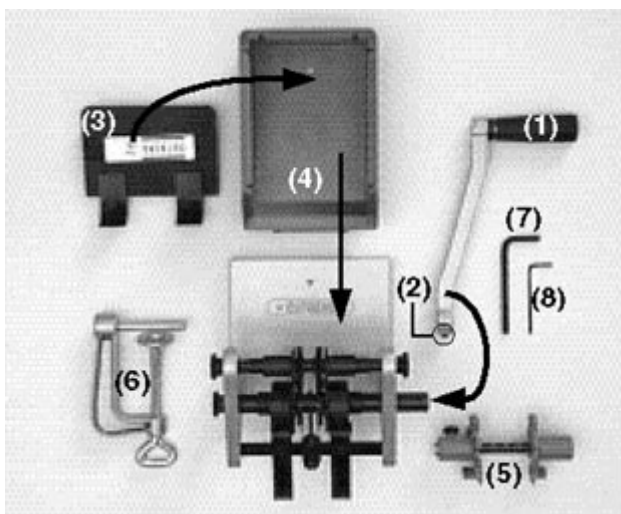
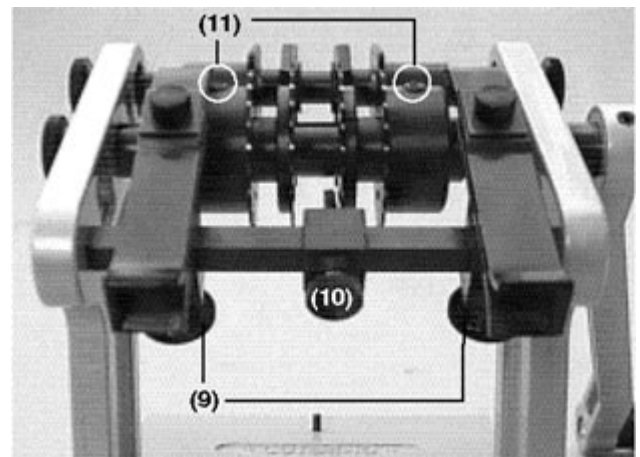
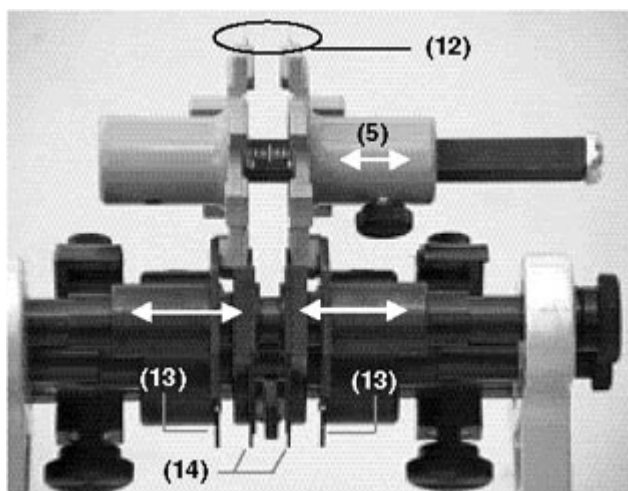

Fig. 1
Fig. 2
Fig 3
- Der Zusammenbau des Cutbend Gerätes ist einfach. Befestigen Sie die Kurbel (1) mit der Stiftschraube (2) und setzen Sie den Deckel mit den Abstreifern (3) auf den Komponentenbehälter (4) (Fig. 1).
- Befestigen Sie das Cutbend mit der Schraubzwinde (6) am Werkbank usw. Die Kurbel soll frei drehen können.
- Lösen Sie die Rändelschrauben an den Bandführungen (Fig. 2, 9) und am Abstreifer (10), sowie die Stiftschrauben (11) für die Schneide- und Biegeräder.
- An der Einstellehre stellen Sie nun die gewünschten Daten (Drahtlänge, Raster) auf der Skala ein (Fig. 1+ 3, 5). Mit den Spitzen (12) an der Einstellehre können Sie auch ein Rastermass von einer Printplatte übernehmen.
- The Cutbend unit is easy to assembly. Secure the crank (1) using the stud bolt (2) and place the cover with the strippers (3) onto the component container (4) (Fig. 1).
- Secure the Cutbend to the workbench etc. using the screw-on vice (6). The crank must be able to rotate freely.
- Undo the milled screws on the belt guides (Fig. 2, 9) and on the stripper (10) as well as the stud bolts (11) for the cutting and bending wheels.
- Now set the required data (wire length, grid) on the scale (fig. 1 + 3, 5) using the setting gauge. You can also take a grid measurement from a print plate using the tips (12)
- L'assemblage de l'appareil Cutbend est très facile. Fixer la manivelle (1) avec la vis sans tête (2) et placer le couvercle avec les séparateurs (3) sur le bac à composants (4) (fig. 1).
- Fixer le Cutbend à la table de travail au moyen du serre-joint (6). La manivelle doit pouvoir tourner librement.
- Desserrer les vis à molette sur les guides de bande (fig. 2,9) et sur le séparateur (10), ainsi que les vis sans tête des roulettes de coupe et de pliage.
- Reporter à présent les paramètres désirés (longueur de fil, écartement) sur l'échelle du gabarit de réglage (fig. 1 + 3,5). A l'aide des pointes (12) du gabarit, il est également possible de reprendre l'écartement sur le circuit imprimé.
- Die Einstellehre ähnelt einem Zahrad (Fig.3, 5). Jeder „Zahn“ hat eine bestimmte Dicke welche auf der Innenseite eingraviert ist. Dieses Mass bestimmt die Länge der Schenkel. Halten Sie die zwei Zähne mit den gewünschten Abmessungen zwischen die Schneidräder (13) und Biegeräder (14). Verschieben Sie die Schneide- und Biegeräder so, dass diese alle die Einstellehre berühren (Fig. 3). Ziehen Sie die Stiftschrauben (Fig. 2, 11) fest.
- Schieben Sie den Abstreifer (Fig. 2, 10) in die Mitte der Biegeräder (14) und ziehen Sie die Rändelschraube fest.
- The setting gauge is similar to a geared wheel (Fig. 3, 5). Each “tooth” has a specific thickness which is engraved on the inner side. This measurement determines the length of the shaft. Hold the two teeth with the required dimensions between the cutting wheels (13) and bending wheels (14). Slide the cutting and bending wheels in such a way that these all touch the setting gauge (Fig. 3). Tighten the stud bolts (Fig. 2, 11)
- Slide the stripper (Fig. 2,10) into the centre of the bending wheels (14) and tighten the milled screw.
- Le gabarit de réglage ressemble à un engrenage (fig. 3, 5), dont chaque „dent“ possède une épaisseur donnée gravée sur la face intérieure. Cette cote représente la longueur de la patte. Placer les deux dents de dimension désirée entre les roulettes de coupe (13) et de pliage (14), et déplacer ces dernières de sorte qu’elles touchent le gabarit (fig. 3). Ensuite serrer les vis sans tête (fig. 2, 11).
- Amener le séparateur (fig. 2, 10) au milieu des roulettes de pliage (14) et serrer la vis à molette.